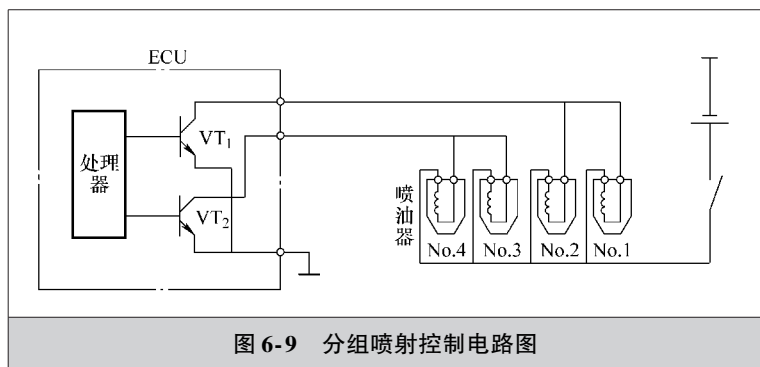

图 6-9 分组喷射控制电路图
(3) 分组喷射 分组喷射一般是把所有气缸的喷油器分成2~4组。4缸发动机一般把喷油器分成2组，ECU分组控制喷油器轮流、交替喷射，如图6-9所示。